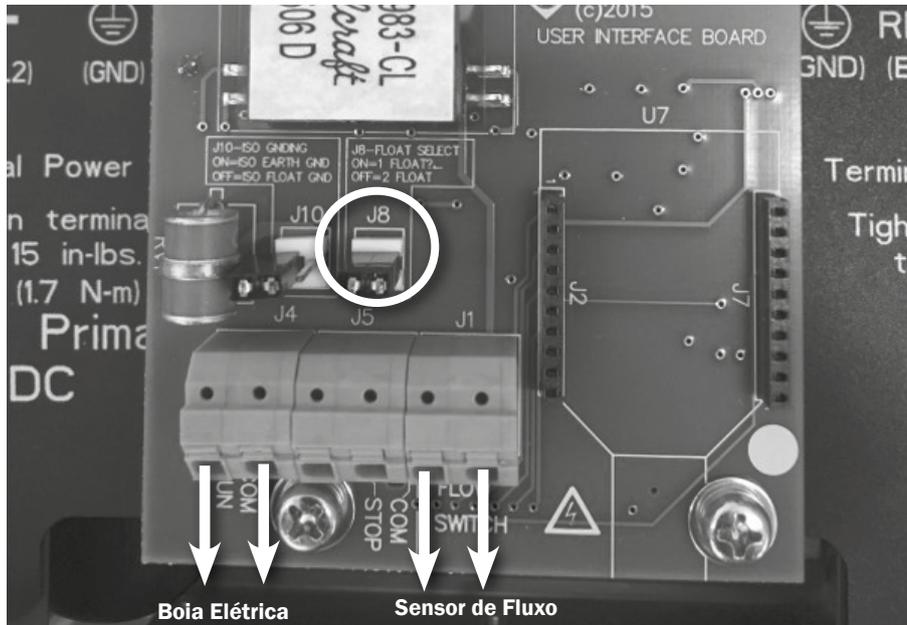

Figura 12: Funcionamento com 1 boia elétrica
- Faça as ligações dos fios da boia elétrica utilizando os terminais “RUN” e “COM”, como pode ser verificado na Figura 12.